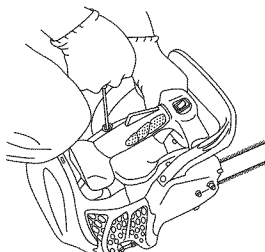

Fig. 12
- Tire de nuevo el arrancador de desanimación con fuerza de la misma manera antes mencionada. (Fig. 12)